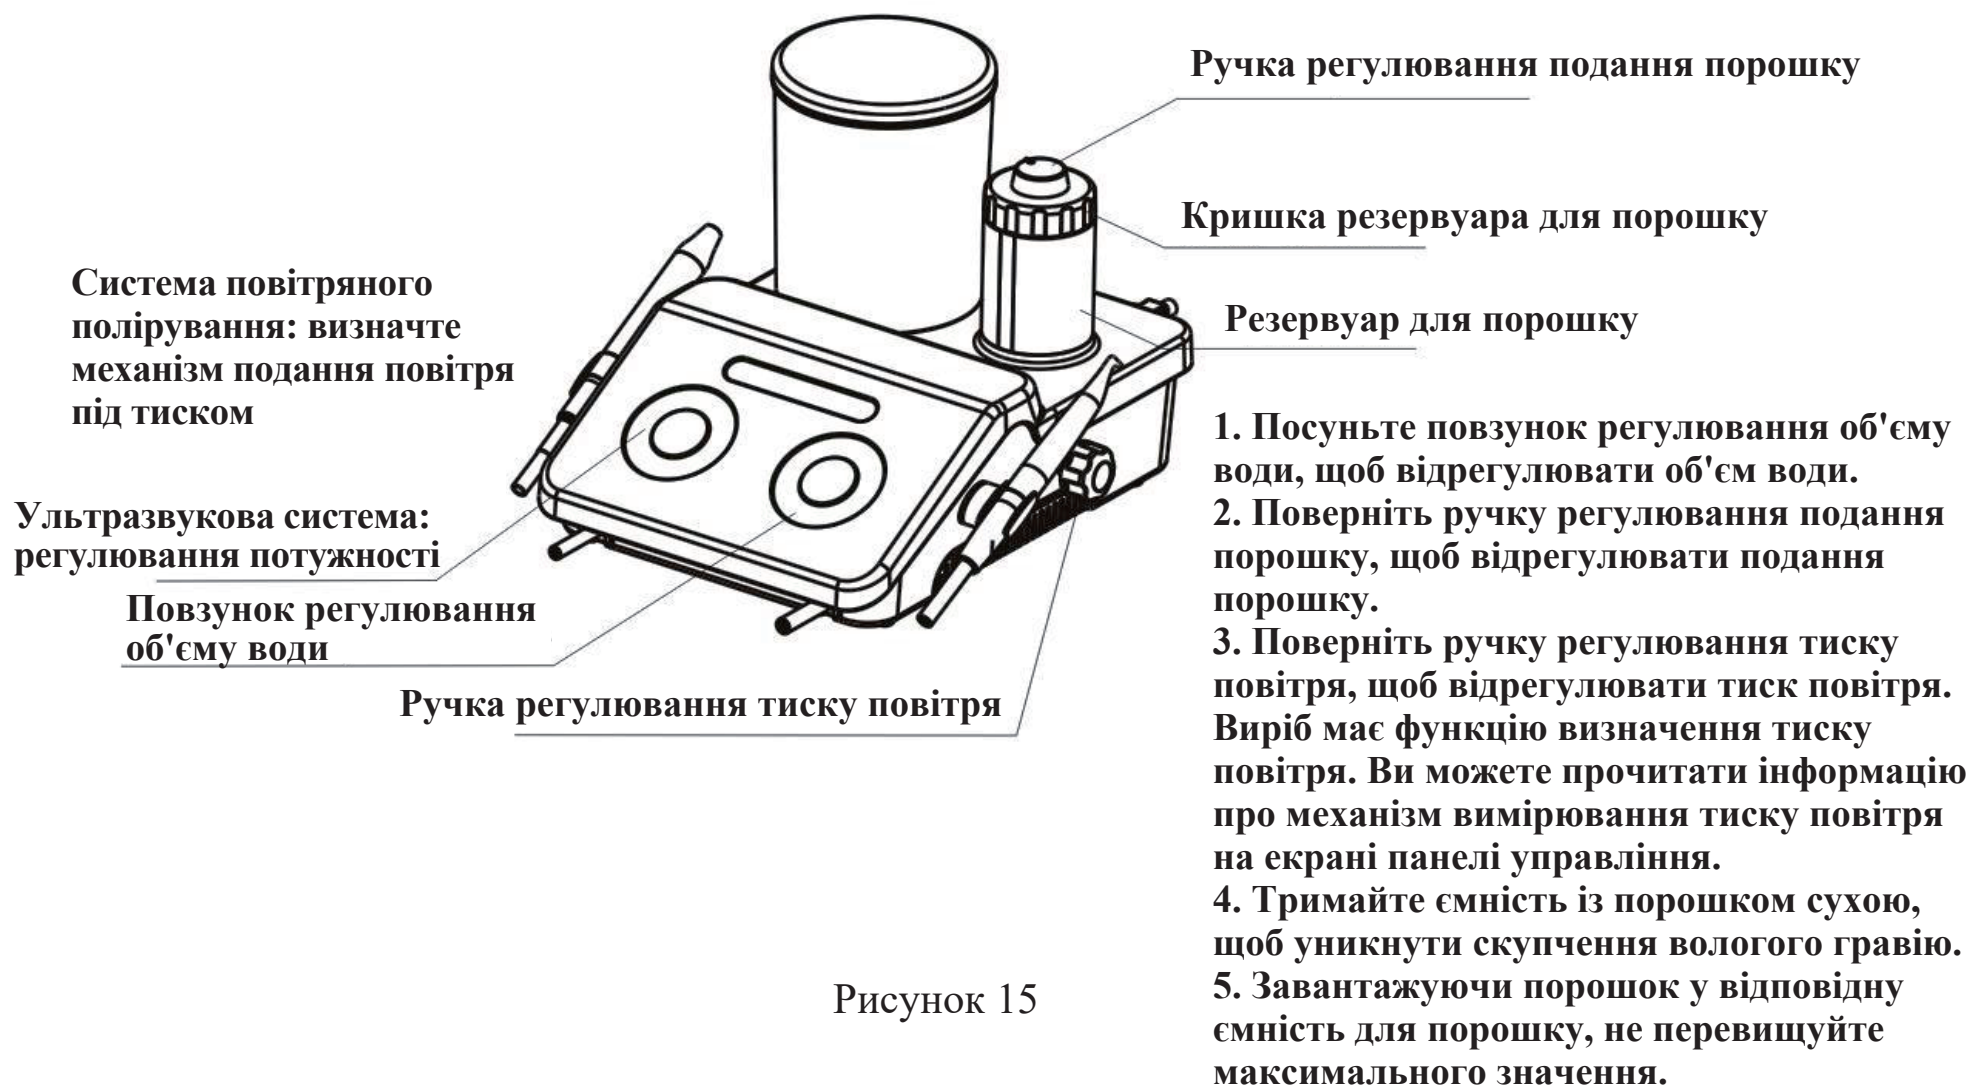

Рисунок 15
- 2) Уставте роз'єм зовнішнього повітропроводу (чорний) у роз'єм повітрозабірника на задній панелі основного блоку: спочатку натисніть на стопорне кільце, а потім уставте роз'єм повітрозабірника, як показано на рисунку 14. Установіть камеру для порошку в положення камери для порошку над основним блоком (рисунок 15, рисунок 16).
- 3) Налийте необхідну кількість води в прозору пляшку для води й уставте її в гніздо раковини над основним блоком (рисунок 15, рисунок 16).
- 6) Вимкніть перемикач живлення на основному блоці, потім уставте вихідний штекер адаптера живлення в гніздо живлення постійного струму на задній панелі основного блоку, а вхідний штекер адаптера живлення під'єднайте до мережевого джерела живлення $\sim 220\text{ V (B)}$.
3) Якщо модель виробу DQ-40: відрегулюйте регулятор тиску повітря, зсунувши повзунок регулювання витрати води (докладніше див. рисунок 15). Якщо модель виробу DQ-80: відрегулюйте витрату води, натиснувши кнопку «+» або «-» для регулювання витрати води на сенсорній панелі, відрегулюйте тиск повітря, натиснувши кнопку «+» або «-» регулювання потужності. Вирівняйте сопло за поверхнею резервуару, натисніть на кнопку "1" ногожного перемикача, потім перед використанням переконайтеся, що сопло може нормально розпорошувати газ, піщаний порошок і водяний туман.